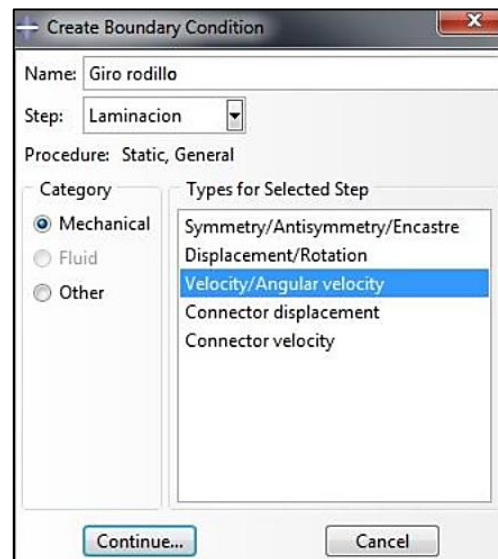

Fig. 9.: Creación de la condición de velocidad.
- **Giro del rodillo:** giro del rodillo a una velocidad de 1 rad/s (**Velocity/Angular velocity** (Fig.9) y restricción del movimiento en los ejes x e y ($V_1=V_2=0$). Esta condición se aplica al “**reference point**” que la traslada mediante la condición “**coupling**” definida anteriormente al rodillo completo.